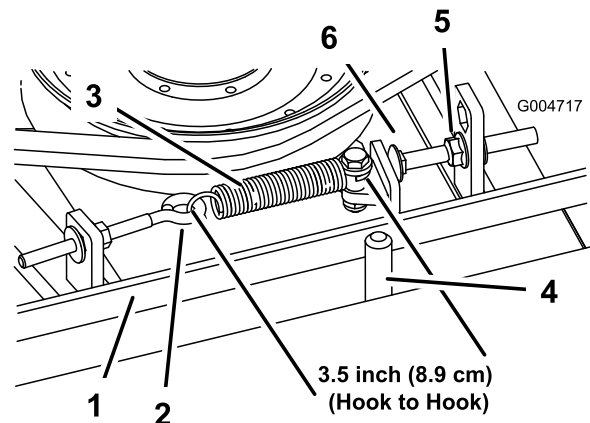

Figure 96
Lorsque le ressort d'extension est correctement tendu, l'intérieur doit mesurer (d'un crochet à l'autre) approximativement 9 cm \pm 6 mm. Lorsque le ressort est correctement tendu, ajustez le boulon de butée (boulon de carrosserie) jusqu'à obtention d'un jeu d'environ 3,2 mm \pm 1,5/0,0 mm entre la tête du boulon et le bras de tension (Figure 96).
Remarque: La courroie doit être placée du côté ressort du guide (Figure 96).
2. Desserrez le boulon à œil pour pouvoir enlever le ressort d'extension (Figure 96).
3. Desserrez l'écrou à embase qui fixe le boulon de butée à la patte de montage. Reculez l'écrou suffisamment pour que le bras de la poulie de tension passe le boulon de butée (Figure 96). Éloignez la poulie de tension de la courroie pour détendre cette dernière.
8. Raccrochez le ressort d'extension (Figure 96) au boulon à œil et tendez la courroie comme suit :